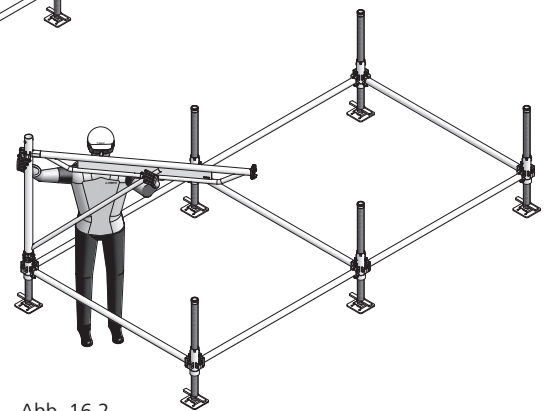

Abb. 16.2
7. Zugangsrahmen 100 MT von innen unter 45° Grad über die Fußspindel MT stecken und bis zur Arretierung nach außen drehen (Abb. 16.2).